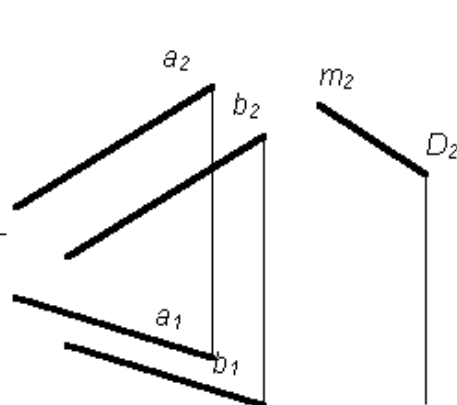

Рис.3.
3. Дана плоскость  $P(a \parallel b)$  и фронтальная проекция  $m_2$  прямой  $m$ , проходящей через точку  $D$ . Построить горизонтальную проекцию прямой  $m_1$  так, чтобы прямая  $m$  была параллельна плоскости  $P(a \parallel b)$  (рис. 3).